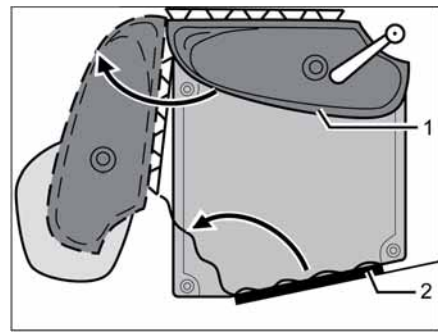

Bild 294 Vario-toalett
- Vrid tvättstället med bakväggen (Bild 294,1) i pilens riktning.
- Gå in i toalettrummet och stäng och lås toalettdörren (Bild 294,2) inifrån.